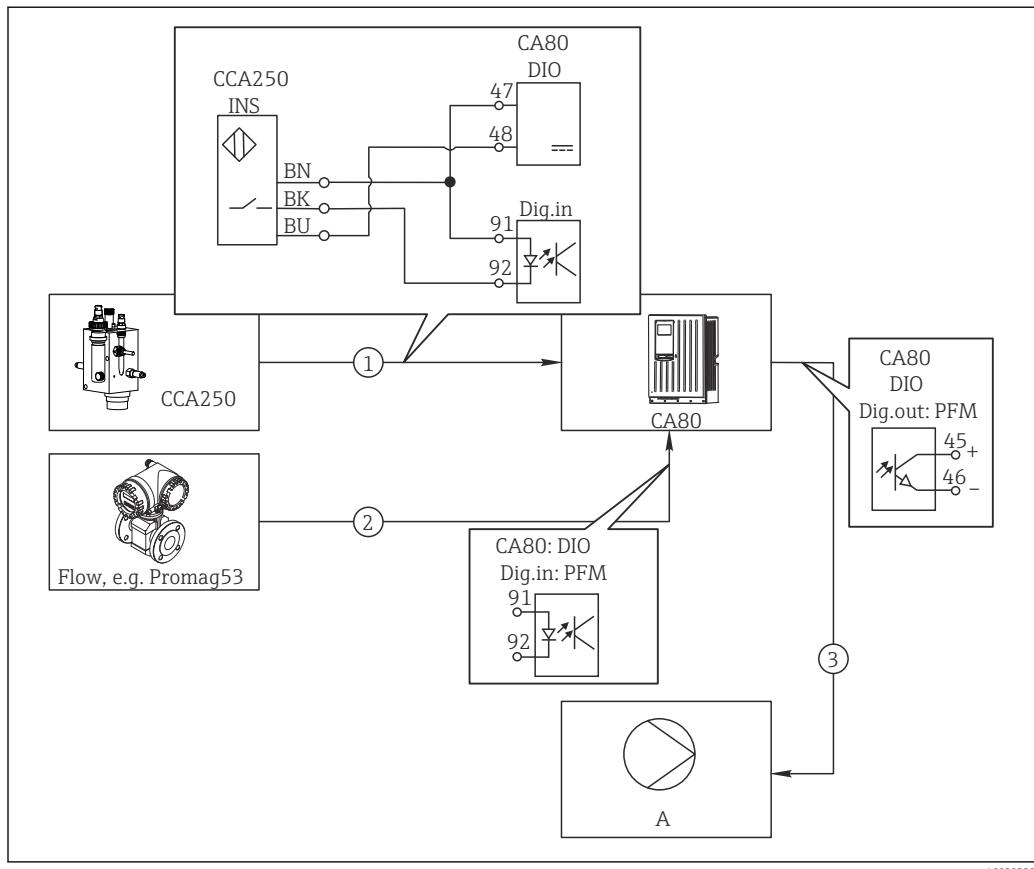

図 67 フィードフォワード制御による塩素制御の例
- 導電率用の計測レンジスイッチ（アップグレードコードが必要、→図67）